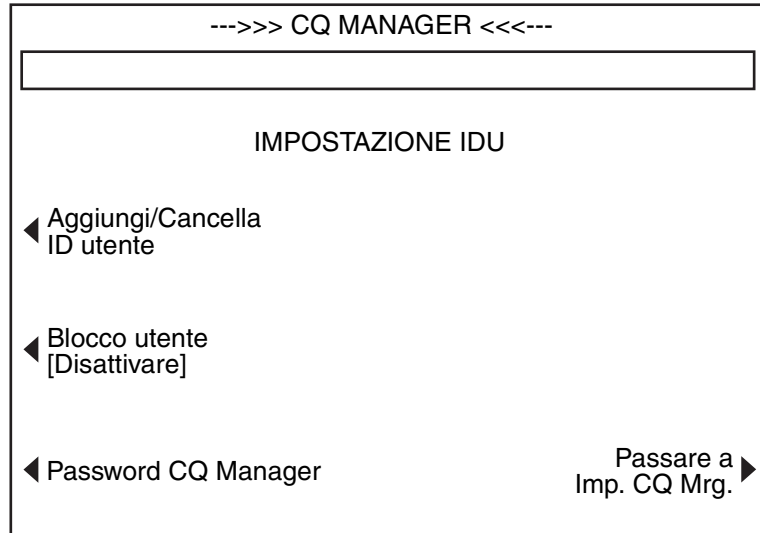

Figura 3-20. Schermata Impostazione IDU
- 2. **Impostazione IDU** - Quando viene premuto il tasto funzione **[Impostazione IDU]** nella schermata IMPOSTAZIONE CQ MANAGER, viene visualizzata la schermata IMPOSTAZIONE IDU come mostrata nella Figura 3-20. Le funzioni per il controllo degli accessi utente tramite identificazione sono disponibili in questa schermata.
3. **Aggiungi/Cancela ID utente** - Quando viene premuto il tasto funzione **[Aggiungi/Cancela ID utente]** nella schermata **IMPOSTAZIONE ID UTENTE**, viene visualizzata la schermata **AGGIUNGI/CANCELLA ID UTENTE** come mostrata nella Figura 3-20. In questa schermata viene riportato l'elenco degli utenti autorizzati.